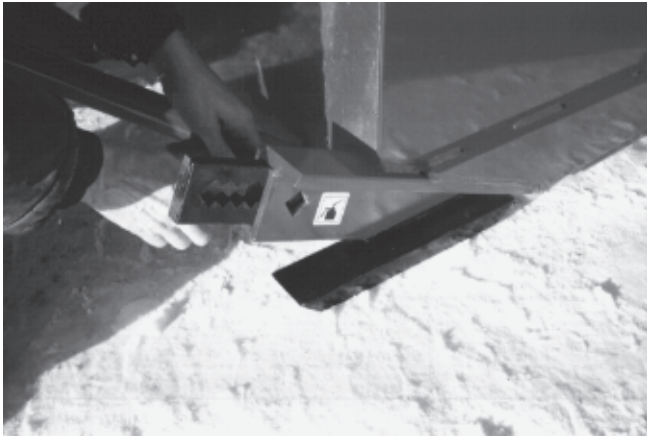

Figure 23
- 5) Faire l'ajustement des patins ajustables selon les conditions du terrain où vous utilisez la souffleuse (Fig. 23).